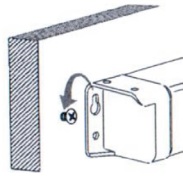

Рис.2
- Подвесьте экран крепежными петлями на шурупы, как показано на рис.2.